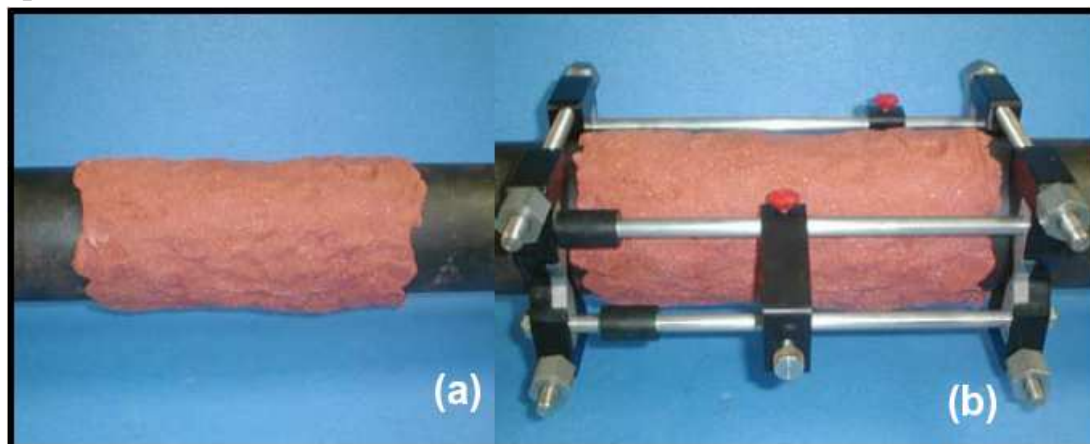

Рис. 3-31: Распределение материала DMP-3 (a) и повторная установка зажимного приспособления (b)
6. Распределите материал DMP-3 так, чтобы он перекрывал область под зажимным приспособлением толщиной примерно 6,4 мм, как показано ниже на рис. 3-31.